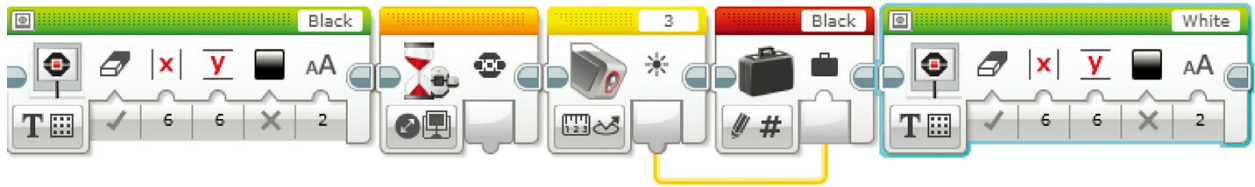

图8.29 黑色和白色的屏幕提示已经设置好了
6. 拖入另一个显示模块（或者复制、粘贴）在你的第二个等待模块之前（如图8.29所示），当然要将显示内容更改为“White”。